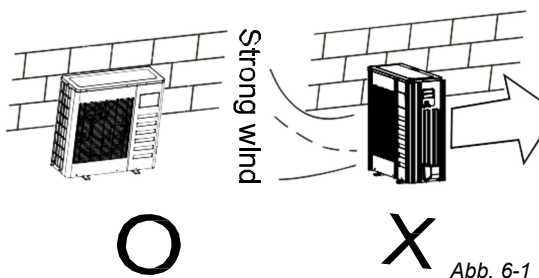

Abb. 6-1
- Falls der Installationsort etwa an der Küste starken Winden ausgesetzt ist, sorgen Sie für einen ordnungsgemäßen Betrieb des Lüfters, indem Sie die Einheit längs entlang der Wand positionieren oder ein Abschirmblech anbringen. (Siehe Abb. 6-1)